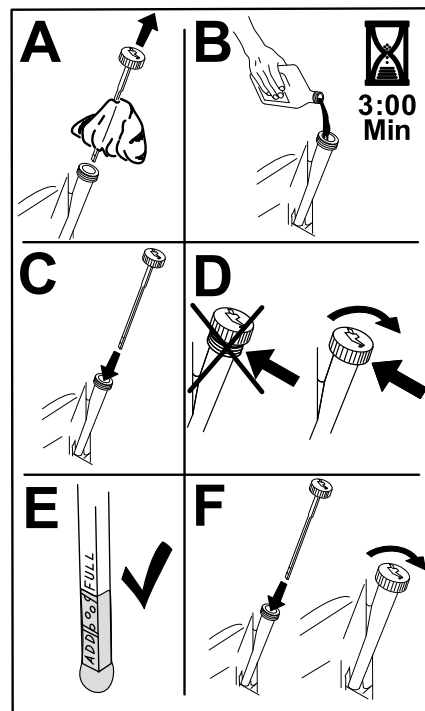

Figura 77
6. Vierta lentamente un 80% aproximadamente del aceite especificado por el tubo de llenado, luego añada lentamente el resto del aceite hasta que llegue a la marca de Lleno (Figura 77).